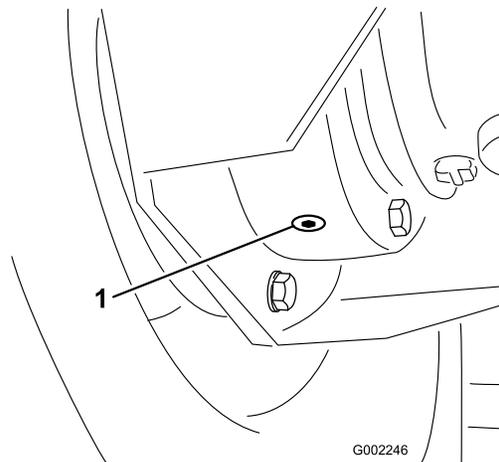

Figura 82
4. Alinhe um recipiente com a parte de baixo do tampão de escoamento interior no compartimento dos travões e retire o tampão (Figura 82).